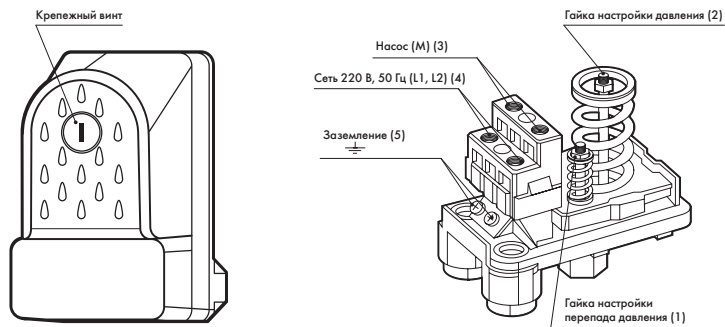

Рисунок 3
#### Электрическое подключение реле давления (рисунок 3):
- отвинтив крепежный пластмассовый винт (рисунок 3), снять крышку реле.
Регулировка верхнего и нижнего предела давления осуществляется гайкой (2), фиксирующей положение пружины (рисунок 3). Чтобы увеличить значение верхнего и нижнего предела давления, необходимо закручивать гайку